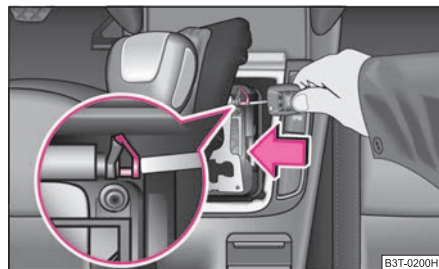

Fig. 137 Desbloqueo de emergencia de la palanca selectora
- Presionar mediante un objeto fino (p. ej. llave de encendido) el cepillo de plástico amarillo $\Rightarrow$ fig. 137 hacia la izquierda.